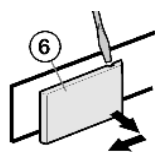

Fig. 6
- ▶ С помощью отвертки отсоедините и снимите крышку Fig. 6 (6) со стороны ручки наружу.